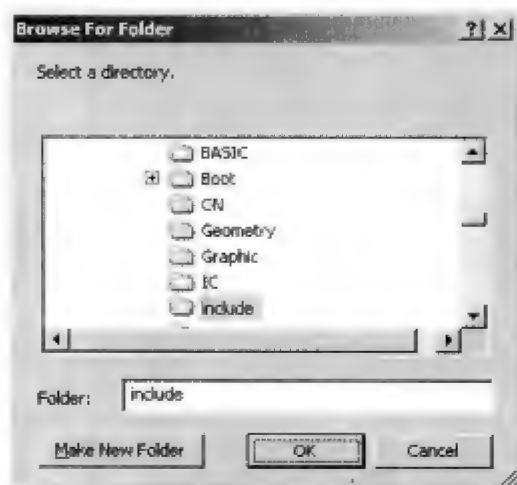

图 10-7 Browse For Folder 对话框
- (3) 单击 New 按钮,新建一个空条目。
- (4) 单击最右边的...按钮打开 Browse For Folder 对话框 (参见图 10-7)。
- (5) 选择新建的 *include* 目录。
- (6) 单击 OK 按钮关闭对话框。
- (7) 单击 OK 按钮接受新的设置。
- (8) 选择 Project | SaveProject 选项保存工程。